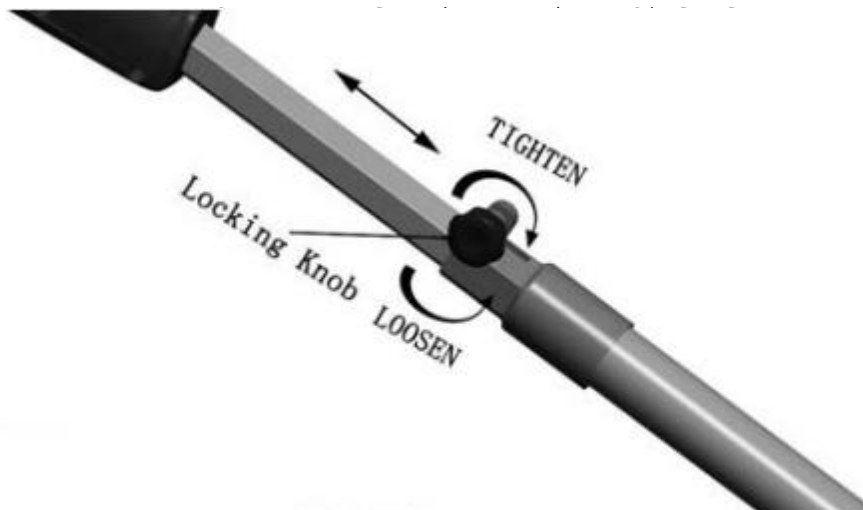

Figure 5
1. Pour étendre le poteau, desserrer le bouton de verrouillage (voir la figure 5). Le pôle va glisser librement.
(voir la figure 5).